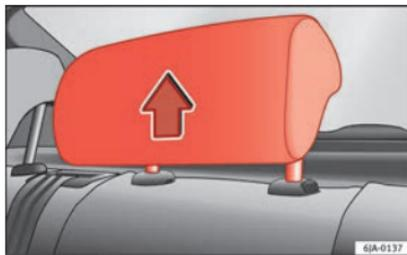

Abb. 74 Kopfstütze in Gebrauchsstellung
- Drei **Gebrauchsstellungen** »» Abb. 74. In diesen Positionen verhält sich die Kopfstütze wie eine konventionelle Kopfstütze, und schützt die hinteren Insassen in Verbindung mit dem Sicherheitsgurt.